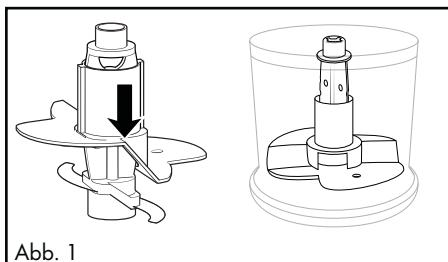

Abb. 1
- 1) Setzen Sie den Behälter ⑥ in den Standfuß ⑨.
- 2) Schieben Sie die Emulgierscheibe ⑩ auf den Messereinsatz ⑤:
- Für 100 ml Sahne stecken Sie sie so auf den Messereinsatz ⑤, dass die Emulgierscheibe ⑩ auf beiden Messern ⑦ aufliegt und einrastet (Abb. 1):